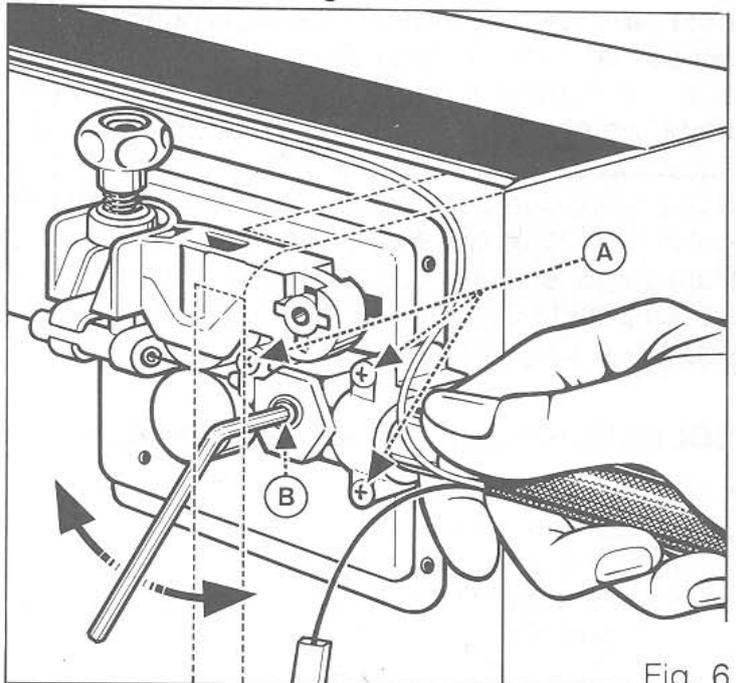

Fig. 6
N.B.: Para el montaje o la substitución de la antorcha observar la Fig. 6.